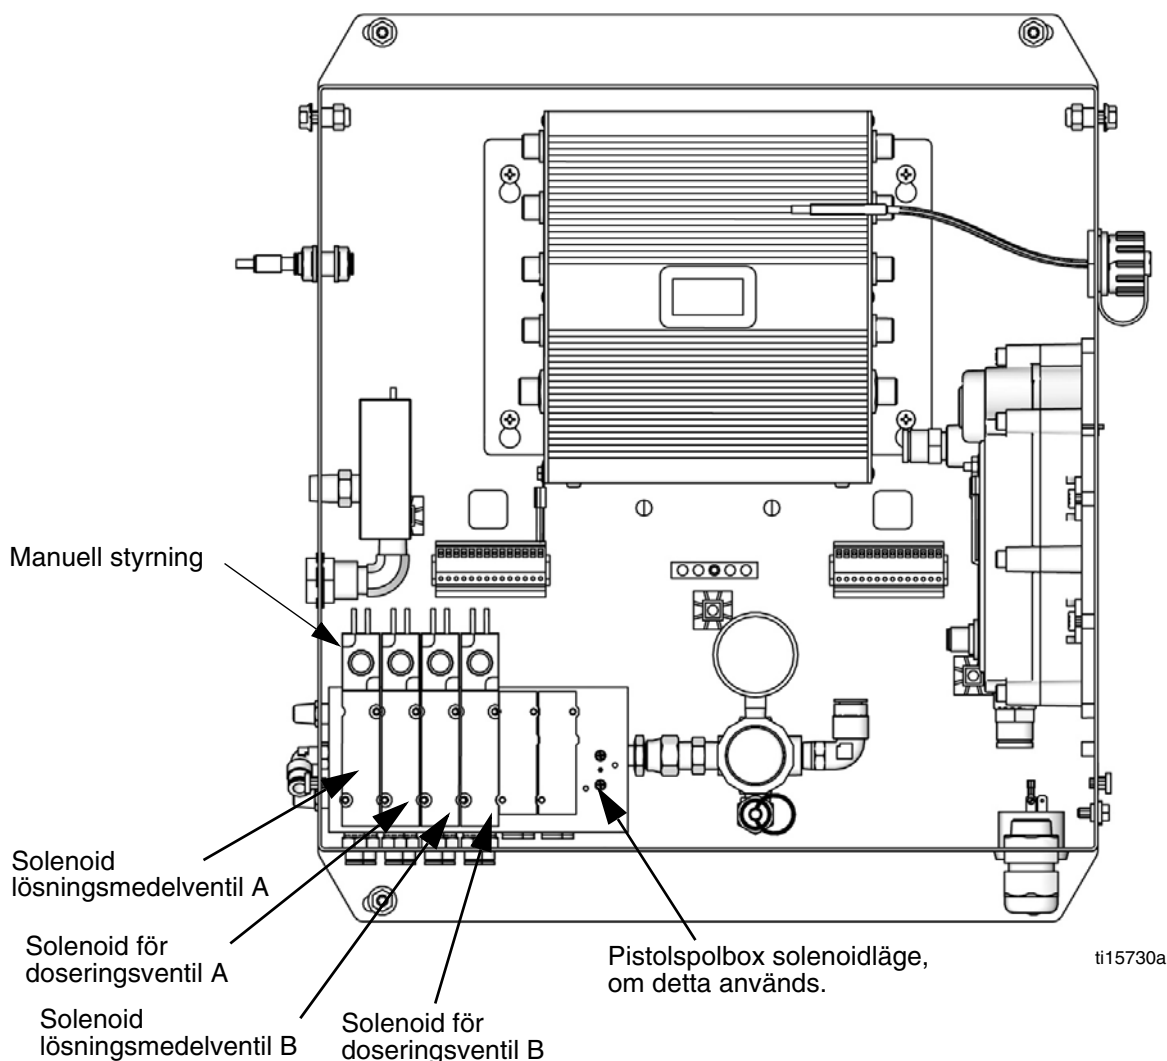

FIG. 19. Solenoidventiler i styrbox
7. Ta bort kåpan på styrboxen så att du kommer åt solenoidventilerna. Se FIG. 19.
- Med pistolen aktiverad, tryck på den manuella styrningen på solenoid för doseringsventil A och B för att lätta på trycket. Se FIG. 19. Bekräfta att vätsketrycket har sänkts till 0.